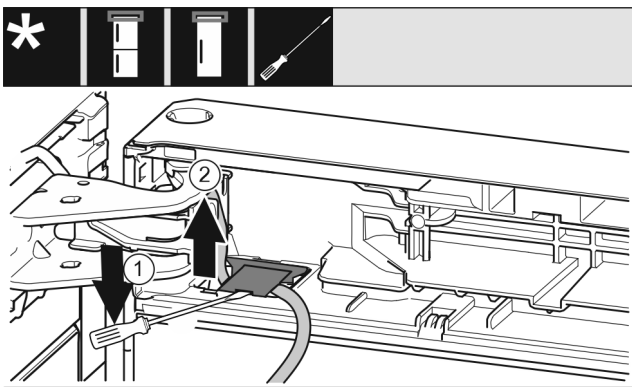

Fig. 11
- ▶ Plochým skrutkovačom nadvihnite kryt a vytiahnite ho. Fig. 11 (1)
- ▶ Vytiahnite kábel. Fig. 11 (2)